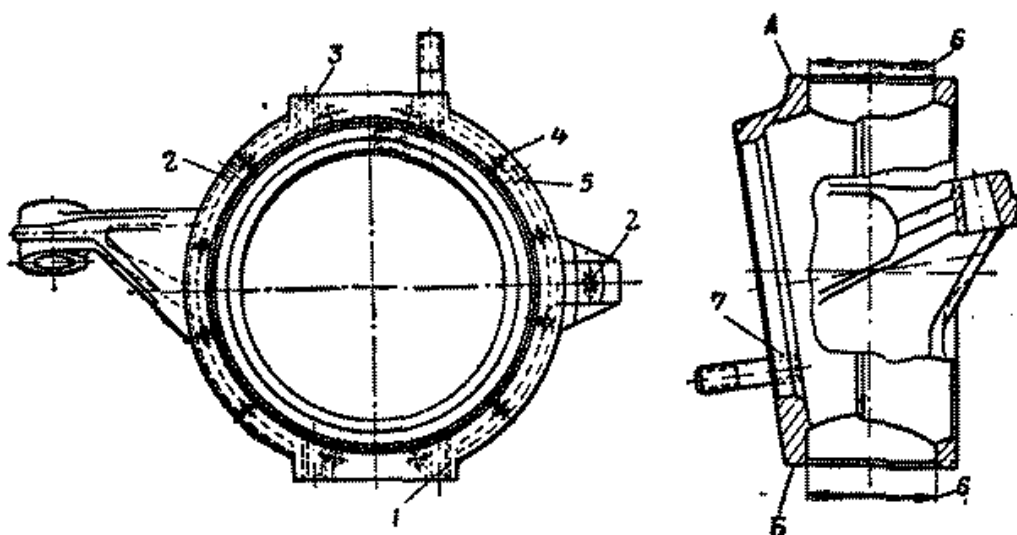

Рис. 176. Корпус поворотного кулака
7. Корпус поворотного кулака (рис. 176)